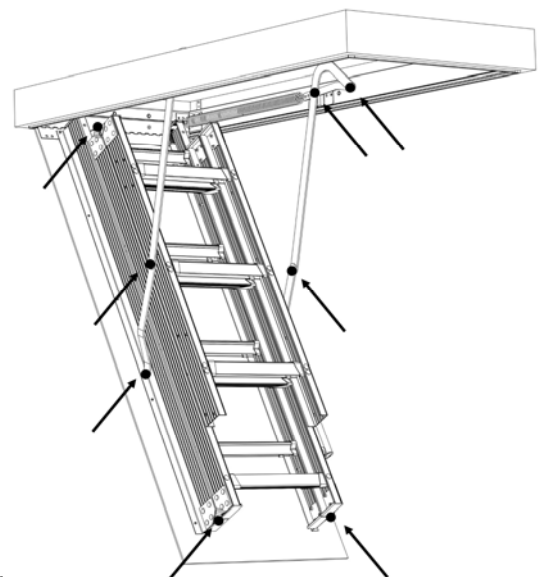

FIGURA 33 : PUNTOS DE LUBRICACIÓN
- 3.- Periódicamente lubrique (se recomienda usar silicona en aerosol) los puntos pivote del mecanismo del brazo derecho e izquierdo (ensamble de brazo poder) y cada bisagra para proporcionar un funcionamiento suave y duradero. Ver **Figura 33**.